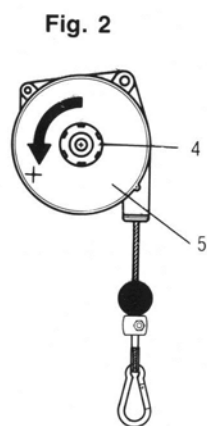
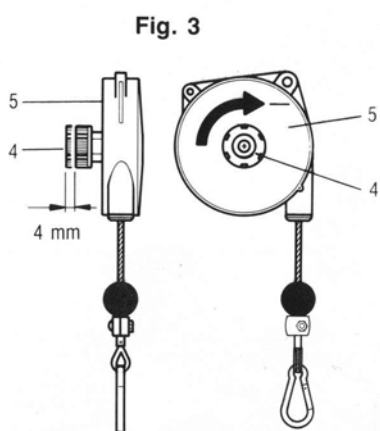
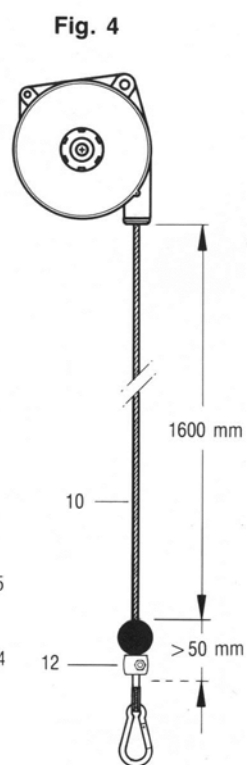

Fig. 2
Fig. 3
Fig. 4
● Для увеличения грузоподъемности необходимо вращать ручку (4) против часовой (затем ручка (4) должна быть возвращена обратно и войти в контакт с пластиной (5) (рис. 2). ● Для уменьшения грузоподъемности нужно вытащить ручку (4) и повернуть ее по часовой стрелке (затем ручка (4) должна быть возвращена обратно и войти в контакт с пластиной (5) (рис. 3). ● В рабочем состоянии трос не должен разматываться на всю свою длину. Он должен останавливаться не доходя 50 мм до нижнего предела своего хода, (рис. 4). Если необходимо ограничить длину хода вверх, сместите и зафиксируйте для этого зажим (12).